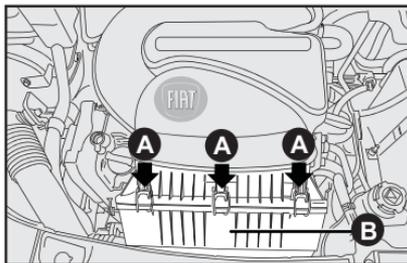

fig. 11
SUSTITUCIÓN - figs. 11, 12 y 13
- Suelte los elementos de fijación **A**-fig. 11 y saque la tapa **B**-fig. 11 por el lado izquierdo.